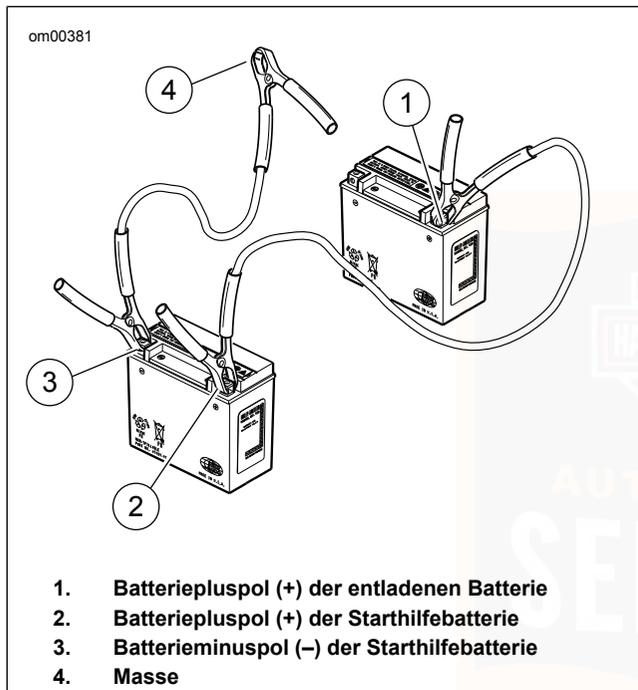

Abbildung 54. Überbrückungskabelanschlüsse
1. Siehe Abbildung 54. Ein Ende des Überbrückungskabels am Batteriepluspol (+) (1) der ENTLADENEN Batterie anschließen.
2. Das andere Ende des gleichen Kabels an den Batteriepluspol (+) (2) der STARTHILFEBATTERIE anschließen.